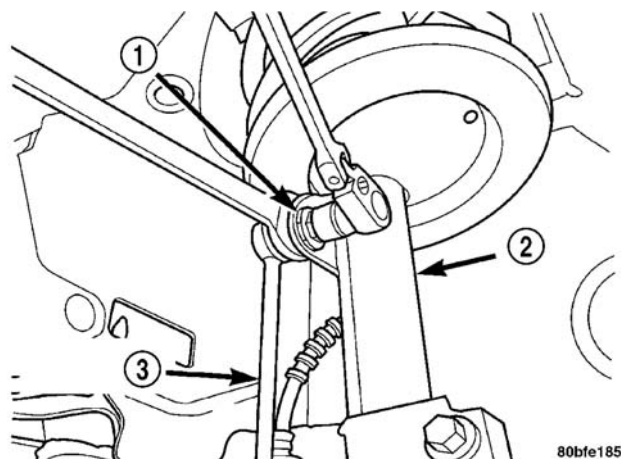

图 41 稳定杆连杆与滑柱的连接
**注意：**自稳定杆连杆的球销上取下螺母时，不要让球销在其座内旋转。将开口扳手置于加工到球销内的平台上，固定住球销，不让它转动（图 41）。
（5）从滑柱总成上的支架拆卸稳定杆连杆（图 41）。在拆卸时，将开口扳手置于加工到球销内的平台上，然后在握住扳手的同时拆下螺母。将球销推出支架。